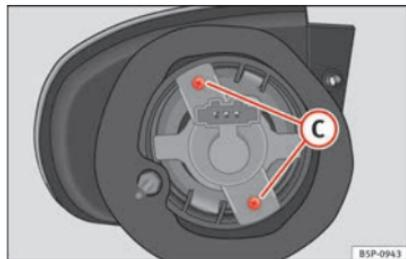

Fig. 192 Feux clignotants.
- Dévissez les vis ⇒ fig. 192 **C** des douilles d'ampoule et tirez dessus.
- Dévissez les vis ⇒ fig. 192 C des douilles d'ampoule et tirez dessus.